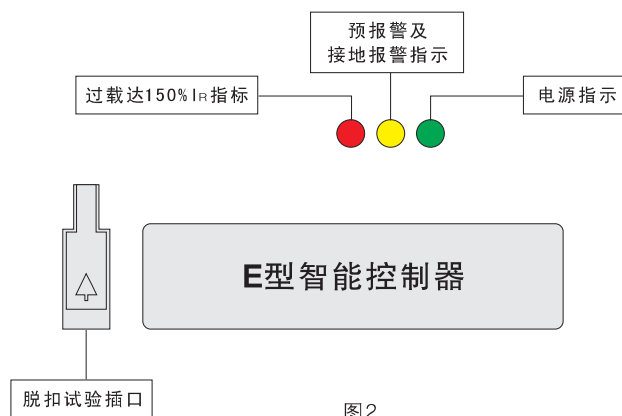

图2
· M型智能控制器的面板布置见图2。
- E型智能控制器的面板布置见图2。